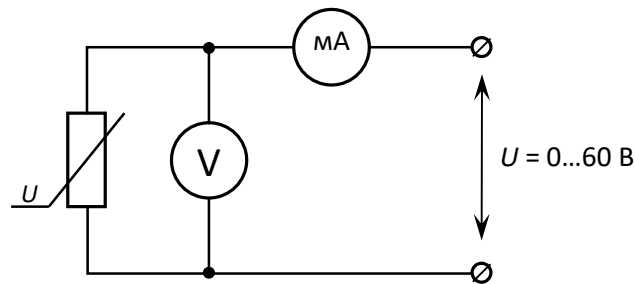

Рис. 3.5. Схема для дослідження характеристик варистора
1.2 Зібрати схему, яку наведено на рис. 3.5. Пред'явити схему на перевірку викладачеві.
2.2 Зібрати схему, яку наведено на рис.3.5, убрати живлення з клем «+» 1 каналу й «-» 2 каналу. Пред'явити схему на перевірку викладачеві.